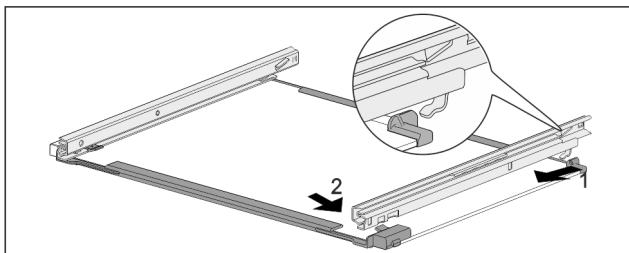

Fig. 78 Płyta szklana z szynami
- ▶ Zaczepić szynę z tyłu. Fig. 78 (1)
- ▶ Zazębić szynę z przodu. Fig. 78 (2)